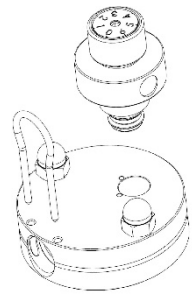

Abb. 9
- Ziehen Sie das Luftregulierungs-Gehäuse vom Ventilkopf ab (Abb. 9)